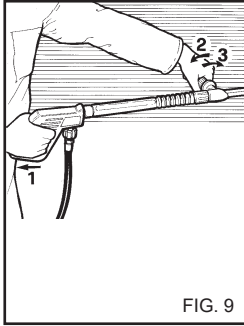

FIG. 9
- Wenn der Hochdruckreiniger nicht benutzt wird, die Sicherheitsvorrichtung am Griff schließen. (Fig. 9).
BENUTZUNG DER DOPPELTEN LANZE (Fig.9).